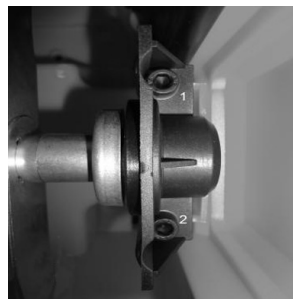

Рис. 6.3
3. Закрутите винты (1) и (2) (рис. 6.3).